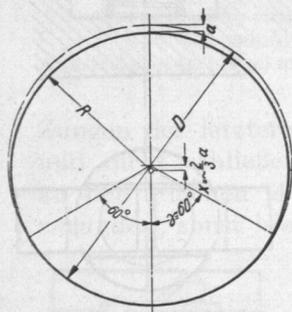

Abb. 972. Abdrehen selbsttragender Kolben.
a) **Selbsttragende oder Schleifkolben.** Als Tragfläche dient das untere Drittel der Kolbenoberfläche, innerhalb der Winkel  $\gamma$  beiderseits der Mittelebene, Abb. 972. Gutes Aufliegen wird dadurch erreicht, daß der Kolben zunächst genau dem Zylinderdurchmesser  $D$  entsprechend abgedreht und mit konzentrischen Nuten für die Pleuellringe versehen wird. Um aber die Ausdehnungsmöglichkeit bei Temperaturänderungen zu sichern und Klemmungen zu vermeiden, spannt man ihn hierauf exzentrisch ein und dreht ihn außen und in den Nuten so nach, daß im